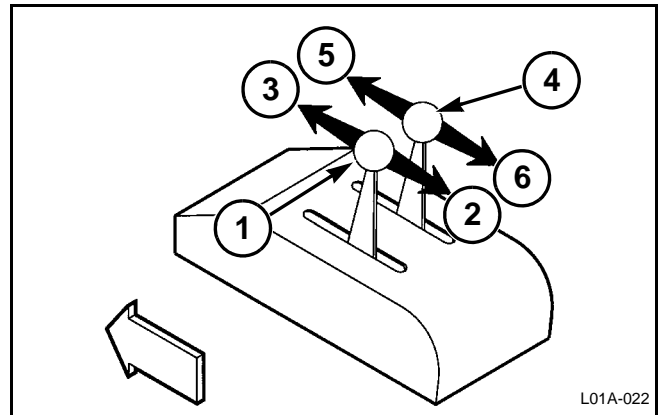

FIG. 36
FIG. 36: Conecte la manguera desde el cilindro de levantamiento hasta la válvula remota más cerca al operador (1). Cuando la palanca de control se mueve a la posición hacia atrás (2), el cabezal debe levantarse. Cuando la palanca de control se mueve a la posición hacia adelante (3), el cabezal debe bajar a la posición de corte.